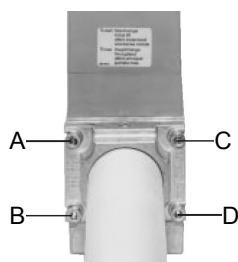
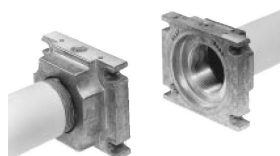

Рис. 8
Рис. 9
- 1 Расслабить винты А и В, но **не снимать** их (Fig. 8 и Fig. 9)
- 2 Отвинтить винты С и D (Fig. 8 и Fig. 9)